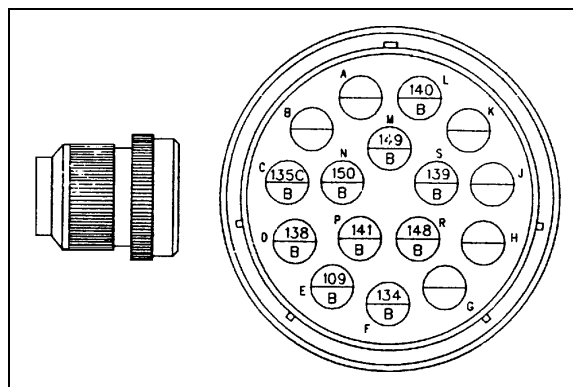

FIGURE 2: POSITIONNEMENT DES FILS
4. Effectuer l'installation du connecteur #562571 C/A les bornes, bouchons et "backshell" assemblé du côté avant du câblage selon les emplacements démontrés sur la figure 2.